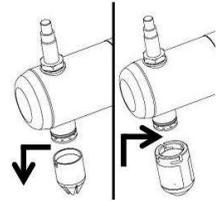

Abb. 2
- Tauschen Sie die Garniertülle gegen die Reinigungsdüse aus (Nachbestellung) (Abb. 2)